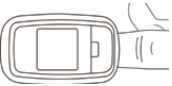

Figure 7. Position du doigt
- Le doigt doit être placé correctement (reportez-vous à la figure 7) pour assurer une mesure exacte.
2. Placez le doigt entre les coussinets en caoutchouc de la pince, comme illustré à la Figure 7 (assurez-vous que le doigt est dans la bonne position), puis pincez le doigt.